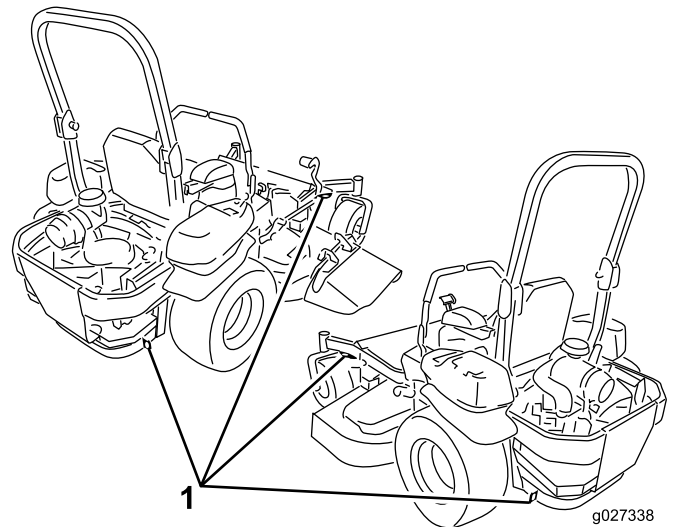

Bild 38
5. Befestigen Sie die Maschine mit den Metallbefestigungsschleifen und Riemen, Ketten, Kabel oder Seilen am Anhänger oder Pritschenwagen (Bild 38).